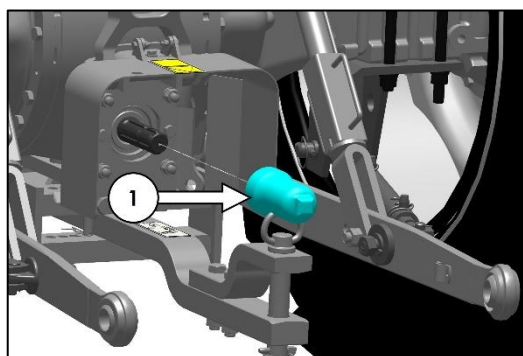

Fig. 173 - PTO-DOP EN PTO-BESCHERMKAP
De PTO heeft een dop die vóór het aankoppelen van een werktuig moet worden verwijderd (item 1 in Fig. 173).